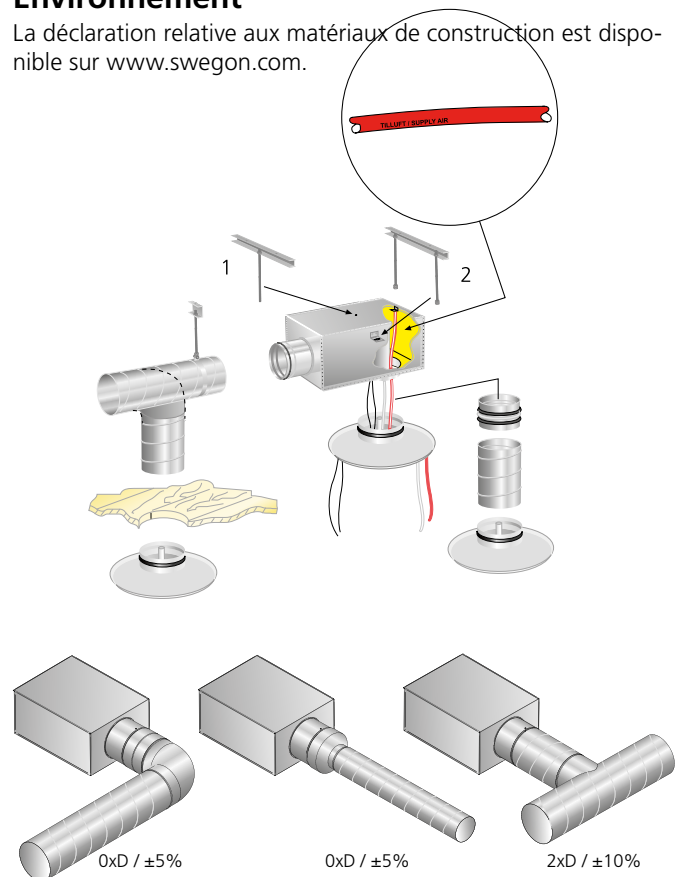

Figure 1. Installation. Équilibrage.
La manchette de raccordement est à riveter au conduit. En cas d'utilisation d'un plénum d'équilibrage ALS, le manchon reliant ce dernier au FALCON C peut être prolongé jusqu'à 500 mm à l'aide d'un conduit circulaire ordinaire sans qu'il soit nécessaire de prolonger les tubes de prise de mesure et les cordons de réglage du registre. Voir Figure 1.
1. Les critères applicables aux sections de conduit droites dépendent du type de perturbation en amont du boîtier de connexion. La Figure 1 montre un coude, un changement de dimensions et un raccord en T. Les autres types de perturbations exigent au minimum 2xD section droite (D = diamètre de raccordement) pour une précision de mesure de $\pm 10\%$ du débit.